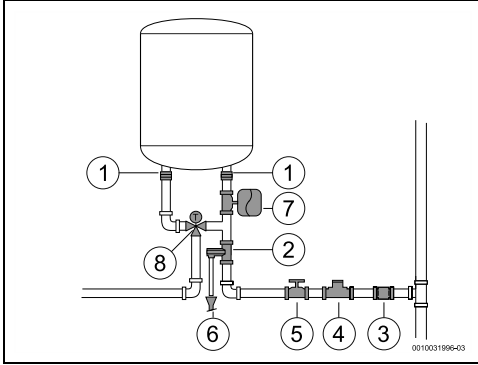

fig. 12
- ▶ Kur përdorni tuba PEX, instaloni një kontroll termostatik (Fig. 12, [8]) në tubin dalës të pajisjes. Ky duhet rregulluar për të përkuar me rendimentin e materialit të përdorur.
- instaloni një reduktues presioni (Fig. 12, [4]). Valvula e çlirimit të presionit do të aktivizohet sa herë që presioni në pajisje është mbi 8 bar (± 1 bar), për të cilën arsye është e nevojshme të planifikohet një mënyrë për shkarkimin e këtij uji.
- instaloni një enë zgjerimi (Fig. 12, [7]) për të ndaluar hapjen e shpeshtë të valvulës së çlirimit të presionit. Ena e zgjerimit të vullmit duhet të jetë e barasvlershme me 5% të vullmit të pajisjes.